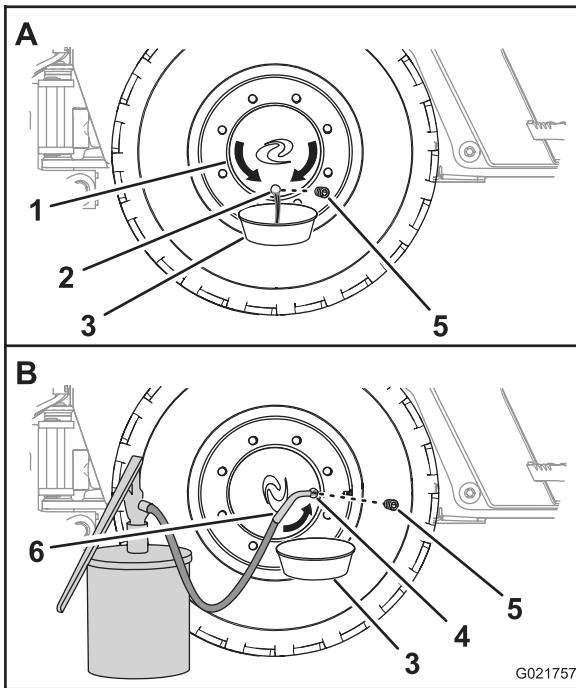

Figure 65
1. Déplacez la machine vers l'avant ou vers l'arrière jusqu'à ce que le bouchon d'huile du moyeu de roue soit à 6 h (Figure 65).
2. Placez un bac de vidange sous l'orifice d'huile du moyeu de roue (Figure 65).
3. Retirez le bouchon et vidangez l'huile du train planétaire (Figure 65).
5. Déplacez la machine vers l'avant ou vers l'arrière jusqu'à ce que le bouchon d'huile du moyeu de roue soit à 3 h ou 9 h (Figure 65).